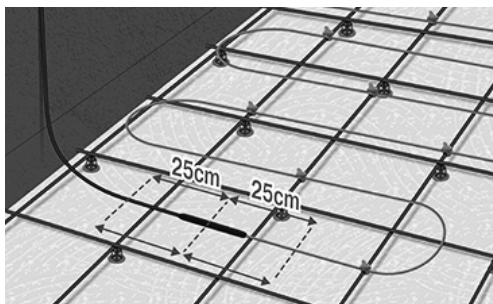

Fig. 4 Plasser kabelen rett på hver side av skjøten
4. Kablene festes ca. 25 cm på hver side av forbindelsen mellom kaldkabelen og varmekabelen, målt fra senter på skjøten. Pass på at du starter slik at kaldkabelen rekker opp til termostaten. (Fig. 4).